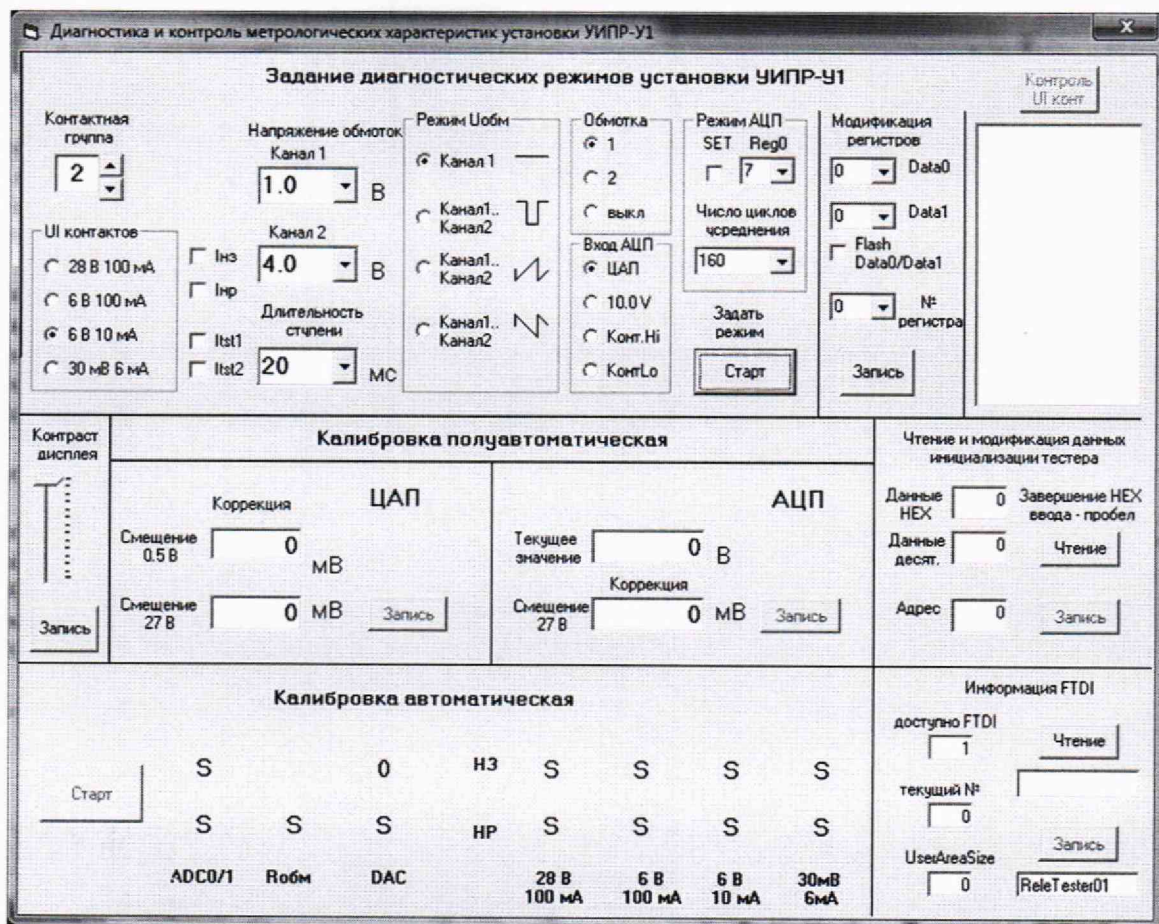

Рисунок 2 – Окно задания метрологических характеристик
5) Нажать кнопку «Запись», затем кнопку «Сервис». На экране появится окно «Диагностика и контроль метрологических характеристик установки УИПР-У1» (рисунок 2);